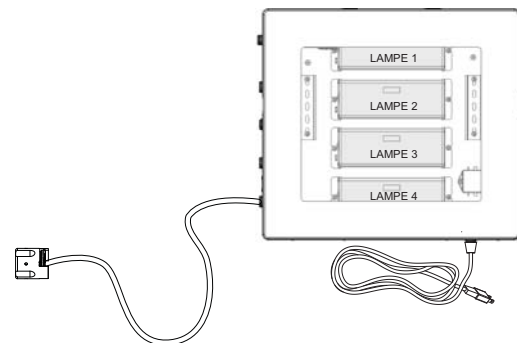

Figure 3 Boucle d'égouttement
- Le boîtier devrait être fixé soit au-dessus, soit à côté de la chambre. Ne jamais fixer verticalement avec un connecteur AC en haut du dispositif de commande pour éviter que l'humidité coule le long du cordage et provoque un incendie. Des boucles d'égouttement dans tout le cordage branché au dispositif de commande sont hautement recommandées. Consultez la Figure 3.
4. Fixer le boîtier Hi-Flo au mur, à côté du caisson du réacteur. Dans l'idéal, placez le boîtier au-dessus du réacteur et loin de tout point de branchement d'eau, pour éviter toute fuite potentielle d'eau sur le boîtier au moyen d'une fuite au niveau d'un point de connexion ou d'un système « transpirant ». Assurez-vous d'avoir laissé une « boucle d'égouttement » comme indiqué dans la **Figure 3** sur la lampe, le capteur et le cordon d'alimentation, à nouveau, pour empêcher l'eau de pouvoir entrer dans le boîtier. Fixer les fils de terre verts à la prise de mise à la terre au bout de la cuve du réacteur et serrer avec l'écrou de roue fourni **Figure 4**.